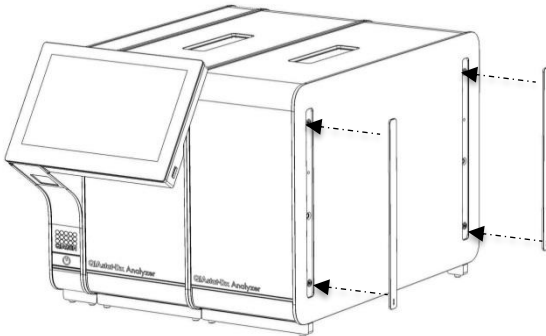

Figura 14. Recolocación de las tapas de protección en el módulo analítico adicional.
5. Vuelva a colocar las tapas de protección en la parte lateral del módulo analítico adicional (figura 14).